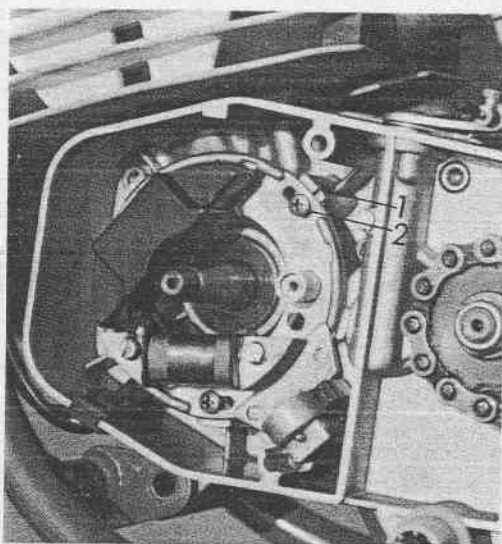

Fig. 33 - Statore
- Se il punto « A », non coincide con il segno riferimento « I » inciso sul carter motore, occorre togliere la parte ruotante del volano, allentare leggermente le tre viti che fissano la piastra porta bobine (fig. 33/2), in modo da poter eseguire i necessari spostamenti della piastra stessa, per ottenere la giusta fasatura.